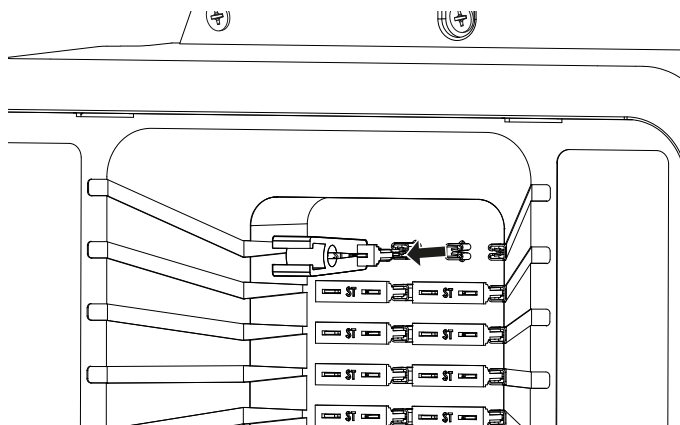

Bild 4
- Dra ut den aktuella säkringen med låsringstången (Bild 4).